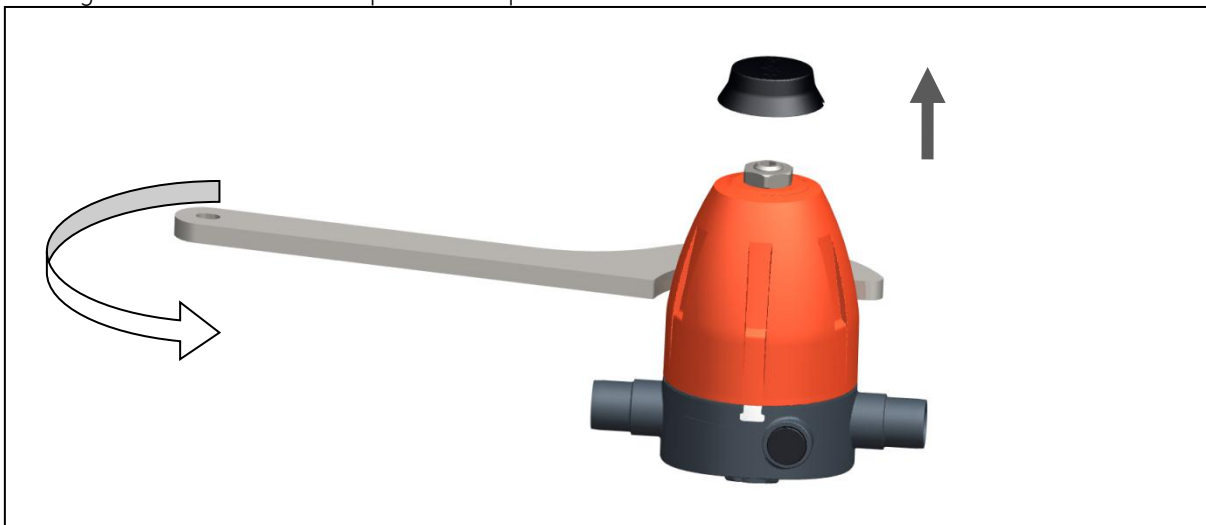

Fig. 7
- ▶ Destensar el resorte. Para ello, girar el husillo en el sentido contrario al de las agujas del reloj (P) hasta la posición final.
- ▶ Fijar la pieza de base con una herramienta adecuada y aflojar el ensamblaje superior. Para ello, girar el ensamblaje superior en sentido contrario a las agujas del reloj, ver la fig. 7. Al hacerlo se romperá la etiqueta de sello.